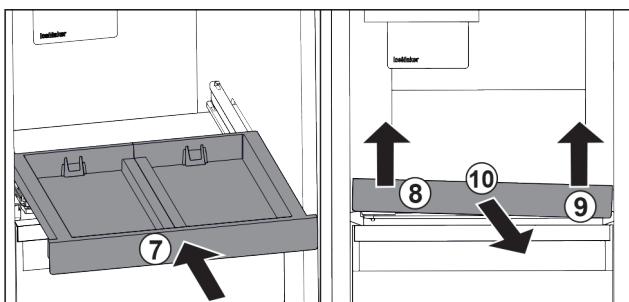

Fig. 102
- ▶ Auszugsbord einschieben. Fig. 102 (7)
- ▶ Auszugsbord vorne links anheben. Fig. 102 (8)
- ▶ Auszugsbord vorne rechts anheben. Fig. 102 (9)
- ▶ Auszugsbord nach vorne entnehmen. Fig. 102 (10)